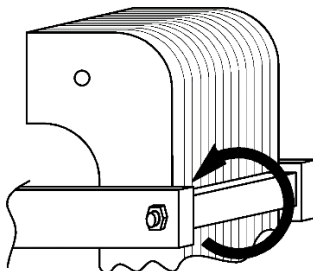

Рисунок 6. Регулировка растворов эксцентриком
3.2.10. Если растворы не в норме, то производится их регулировка путем поворота эксцентричного бруска упора якоря (рис.6).